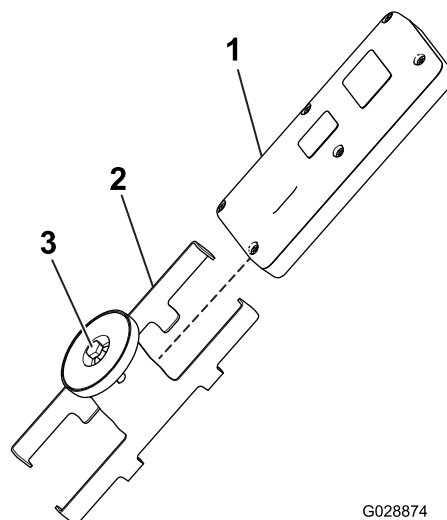

Bild 25
5. Setzen Sie die Handfernbedienung in die magnetische Halterung für die Fernbedienung ein; schieben Sie die Hälften zusammen, um die Fernbedienung zu befestigen und ziehen Sie die Schraube im Magneten an (Bild 25).